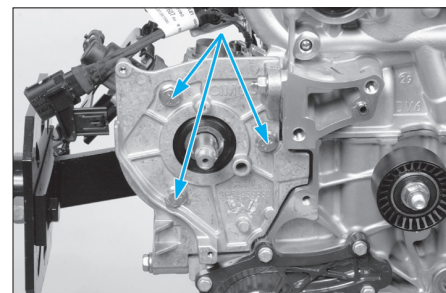

Fig. 31
- les 3 fixations du support avant (Fig.31) de la pompe,